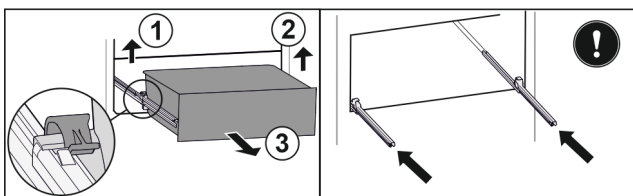

Fig. 92
- ▶ Підняти лівий затискач і одночасно висувний ящик ліворуч потягнути вперед. Fig. 92 (1)
- ▶ Підняти правий затискач і одночасно висувний ящик праворуч потягнути вперед. Fig. 92 (2)
- ▶ Вийняти висувний ящик рухом вперед. Fig. 92 (3)